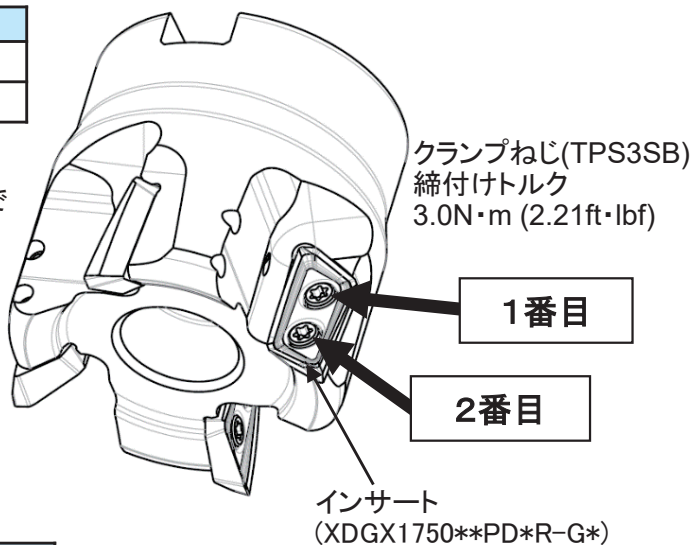

図1 クランプねじ締付け順序
- ①インサートを取り付ける前に、インサート座をエアブローやハケなどで清掃してください。
- ②クランプねじの締付けは、図1に示す順序で行ってください。
- ③クランプねじは焼き付き防止剤を塗布し、規定締め付けトルクで締付けてください。